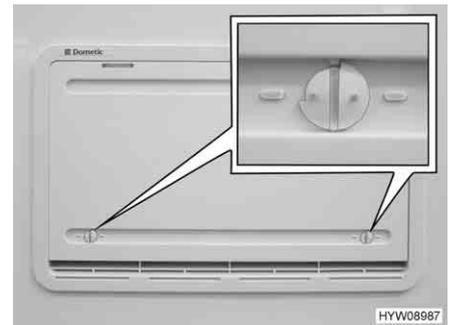

Fig. 135 Copertura invernale
Le coperture invernali (Fig. 135) proteggono il gruppo frigorifero dall'aria fredda. Posizionare le coperture invernali davanti a entrambe le griglie di aerazione quando la temperatura esterna scende al di sotto di +10 °C (sia per funzionamento elettrico che a gas).
- Aprire entrambi i bloccaggi (Fig. 135), la scanalatura risulterà orizzontale.